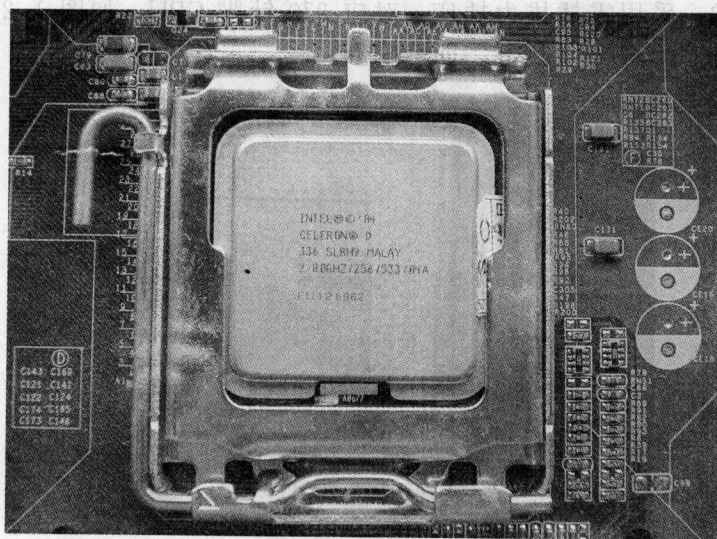

图 1-4 SocketT 接口
⑤ SocketT 接口与 LGA775 处理器上的金属触点相对应, 它有一排排整齐的触须, 这些触须柔软而富有弹性, 如图 1-4 所示。SocketT 接口前端总线为 800MHz, 电压为 1.33V, 并拥有 1MB L2 缓存。LGA 封装下的 CPU, 其特征是没有了以往的针脚, 只有一个个整齐排列的金属圆点, 因此不能利用针脚固定接触, 而是需要一个安装扣架固定, 让 CPU 可以正确地压在 SocketT 接口露出来的具有弹性的触须上。采用 SocketT 接口的芯片组有英特尔公司的 i915P/G/i925X/945/975 系列。LGA775 接口可支持目前 Pentium 4、Celeron D 64 位系列 CPU。